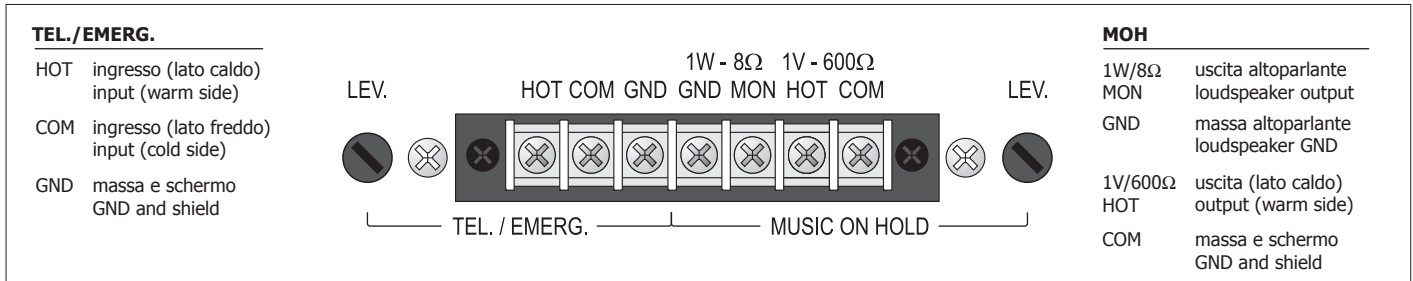

Fig. 4.8.1
A questi morsetti (25) è disponibile il segnale della sola sorgente selezionata sugli ingressi ausiliari (20); tale segnale non è soggetto all'azione di precedenza microfonica o telefonica. In particolare, l'uscita bilanciata a trasformatore (morsetti COM-HOT di fig. 4.8.1) può essere utilizzata per il pilotaggio di un ulteriore amplificatore, di un centralino telefonico od altro; l'uscita di potenza (morsetti MON-GND) è in grado di pilotare direttamente un piccolo altoparlante monitor da 8 ohm con potenza massima di 1 W. È possibile regolare il livello di uscita agendo sul controllo LEV. (24).
The signal of the only source selected on the auxiliary inputs (20) is available on these terminals (25). This signal is not affected by the use of telephone precedence. In particular, the balanced transformer output (strips COM-HOT, Fig. 4.8.1) can be used to drive an additional amplifier, a telephone exchange or other equipment. The power output (terminals MON-GND in Figure 4.7.1) is capable of driving directly a small 8 ohm monitoring loudspeaker with a maximum output of 1 W. It is possible to adjust the output level by means of the LEV. control (24).